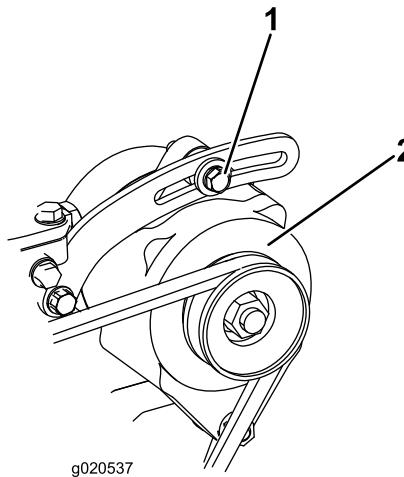

Рисунок 98
- Если прогиб не равен 10 мм, ослабьте болты крепления генератора (Рисунок 98).